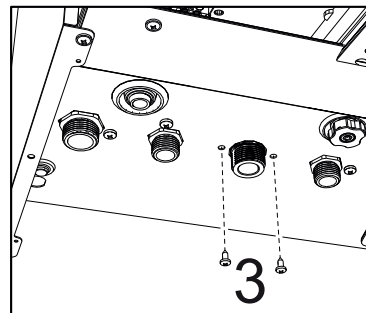

fig. 52 -
- Deșurubați șuruburile "3" („fig. 52 -”).